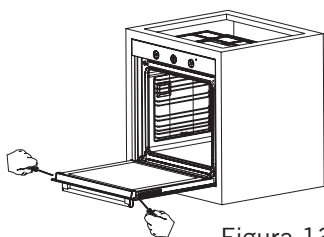
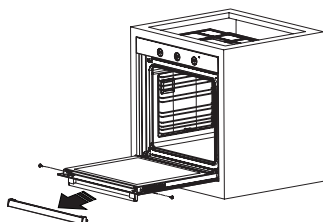
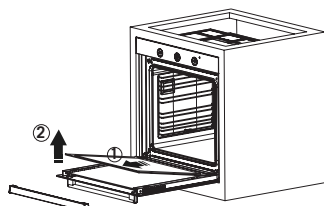

Figura 13
Figura 14
Figura 15
2. Remover os parafusos nos lados esquerdo e direito conforme mostrado na figura 13. Remover o perfil puxando o mesmo em direção a si conforme mostrado na figura 14. O vidro ficará solto depois de o perfil ser removido conforme mostrado na figura 15. Puxar cuidadosamente o vidro que fica solto em direção a si. Se necessário, o vidro intermédio pode igualmente ser removido da mesma forma. O vidro exterior é fixado ao perfil da porta do forno. Pode facilmente limpar o vidro assim que o mesmo ficar solto. Depois de limpos e de depois de feita a manutenção, pode substituir os vidros e o perfil realizando o procedimento de remoção na ordem inversa. Assegurar que o vidro é colocado na direção correta e que o perfil está corretamente assente.